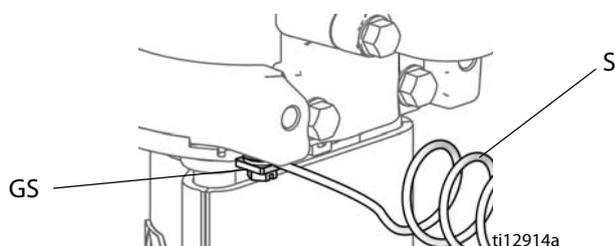

Рис. 3. Винт и провод заземления
См. Рис. 3.. Убедитесь в том, что винт заземления (GS) прикреплен и надежно затянут на пневмодвигателе. Подсоедините другой конец провода заземления (S) к точке истинного заземления.